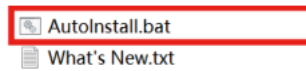

图3.3 需要运行的批处理
3、根据上图红框内的提示, 在安装路径下找到bat安装文件, 如图3.3, 双击运行Autolnstall.bat文件, 安装驱动、环境平台等。